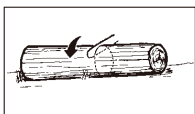

Fig. 13A
1. Tronco apoyado en toda su longitud: Corte desde la parte superior (división superior), teniendo cuidado de evitar cortes en el suelo (Fig. 13A).